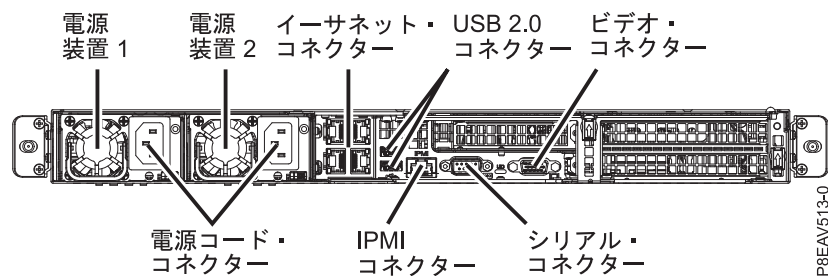

図 24. PCIe アダプターの位置
2. 図 24 に示されている PCIe アダプターの位置を参照します。